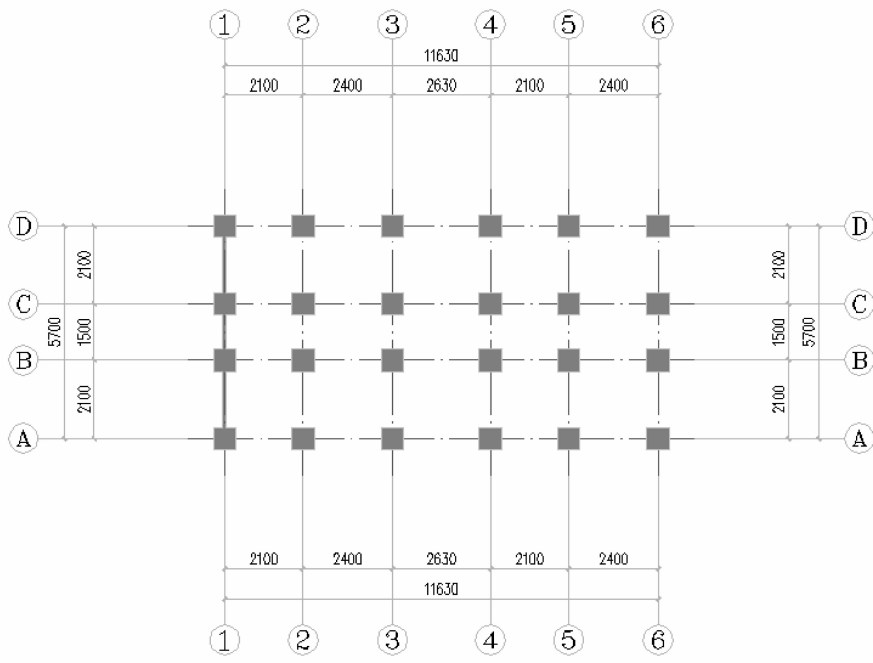

图 3-24 完成改墙厚的结果
(3)在提示后面输入 100,然后按空格键确认,结果如图 3-24 所示。